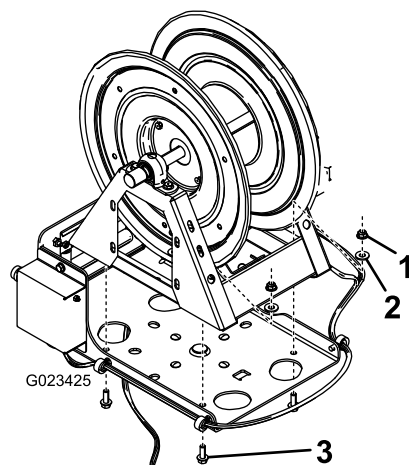

Figura 11
5. Fissate l'avvolgitubo alla piastra girevole utilizzando 4 bulloni (3/8-16 poll.), 4 rondelle (7/16 poll.) e 4 dadi flangiati (3/8-16 poll.) come mostrato in Figura 11.